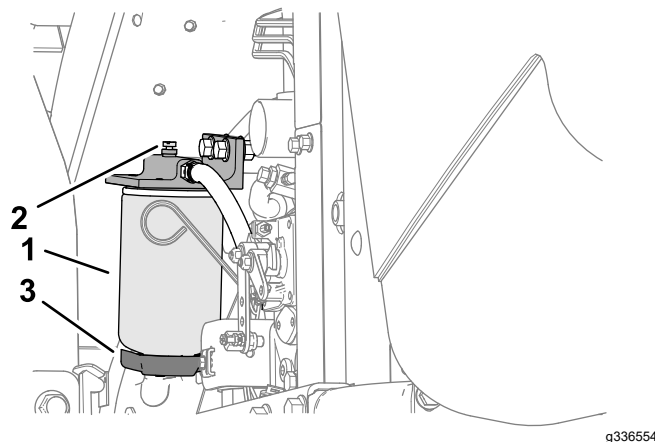

Figure 66
4. Desserrez le robinet de vidange au bas de la cartouche du filtre (Figure 66).
3. Nettoyez la surface autour des supports de la cartouche du filtre (Figure 66).